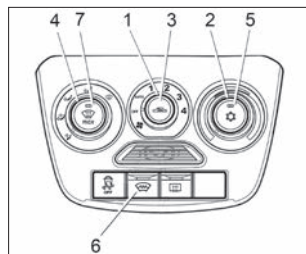

Рис. 39. Блок управления климатической системой (в варианном исполнении)
2. Включите вентилятор, установив **рукоятку 1** (см. рис. 39) в одно из положений «1», «2», «3» или «4».
Для установки желаемой температуры воздуха в салоне поверните **рукоятку 2** (см. рис. 39) по часовой стрелке для повышения, против часовой стрелки для понижения. Температура будет поддерживаться автоматически в пределах производительности климатической установки и установленного допуска.
2. Поверните **рукоятку 2** (см. рис. 39) против часовой стрелки в левое положение до упора (синяя точка на блоке управления).
4. **Рукояткой 1** (см. рис. 39) включите максимальную скорость вентилятора климатической установки (положение «4»).
С помощью **рукоятки 2** (см. рис. 39) можно установить желаемую температуру воздуха в салоне. Климатическая система будет автоматически поддерживать установленную температуру воздуха в салоне в пределах производительности климатической установки и установленного допуска.
Для очистки ветрового и передних боковых стекол от запотевания, обмерзания или наружного обледенения в автоматическом режиме установите **рукоятку 1** управления вентилятором климатической системы в положение «**AUTO**», нажмите **кнопку 7** (см. рис. 39) с символом . Климатическая система автоматически:
Для включения/выключения ЭОВС нажмите **кнопку 6** (см. рис. 39), при включении загорается индикатор на кнопке выключателя. Контрольный световой индикатор, расположенный на кнопке выключателя, будет светиться желтым светом в течение всего времени работы системы электро-